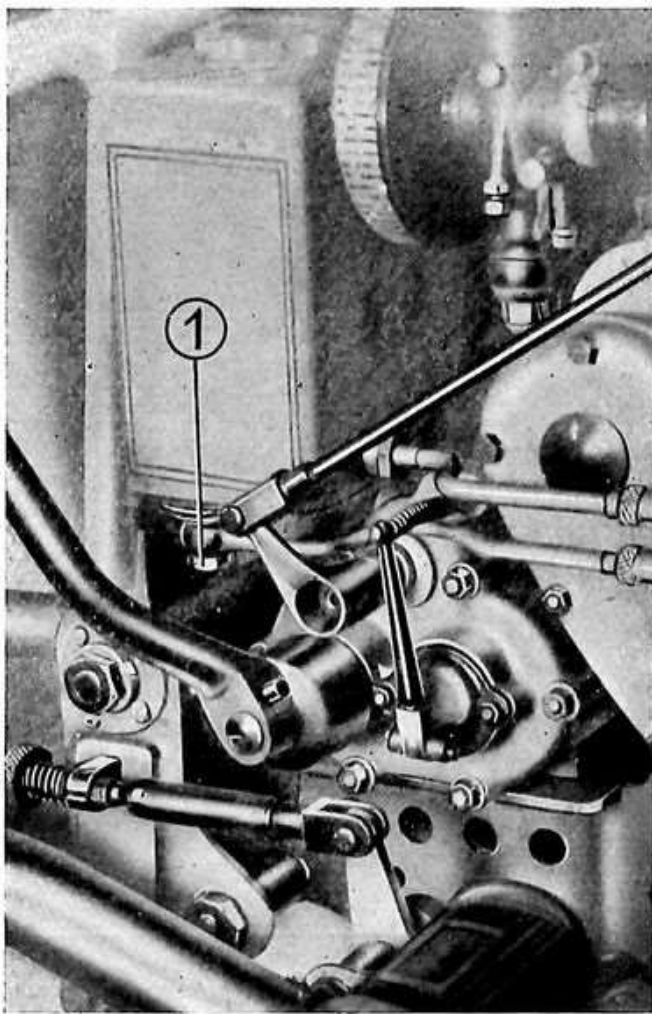

Fig. 4
Dopo aver percorso circa 1500 Km. si deve vuotare il serbatoio dell'olio che ha servito alla lubrificazione del motore. Detta operazione si fa svitando il raccordo (1) fig. 4 che fissa la tubazione olio al filtro dopo di che si tolga anche il filtro.